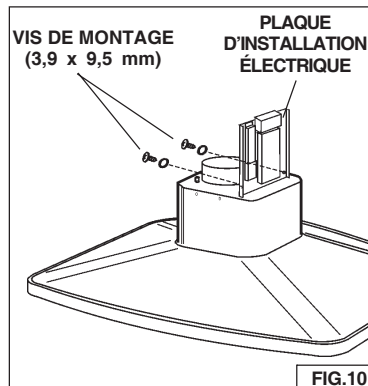

FIG.10
1. Assembler la plaque d'installation électrique à la hotte en utilisant les (2) vis de montage de 3,9 mm x 9,5 mm et les (2) rondelles dentées. Fig. 10.